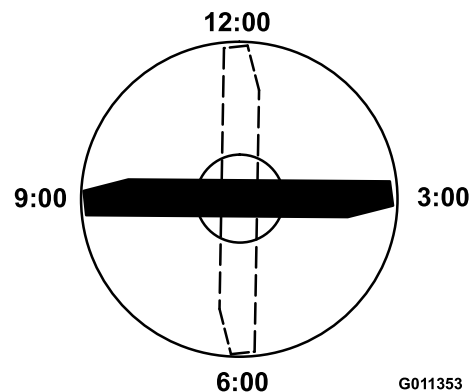

Bild 68
- Positionieren Sie die Schnittkante der markierten Messerseite in die 12-Uhr-Stellung (geradeaus in Mährichtung) und messen die Höhe vom Tisch bis zur Schnittkante (Bild 68).
- Drehen Sie die markierte Seite des Messers auf die 3- und die 9-Uhr-Stellung und messen Sie die Höhe (Bild 68).